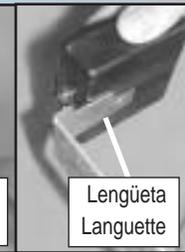

Fig. 3-3
- Resbale la fuente / sensor en la lengüeta del soporte hasta que haga clic en el lugar **Fig. 3-3**.
- Poser la source/détecteur sur la languette du support jusqu'à enclenchement **Fig. 3-3**.